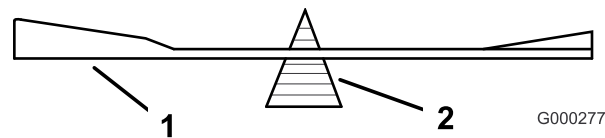

Figure 55
2. Vérifiez l'équilibre de la lame en la plaçant sur un équilibreur (Figure 55). Si la lame reste horizontale,